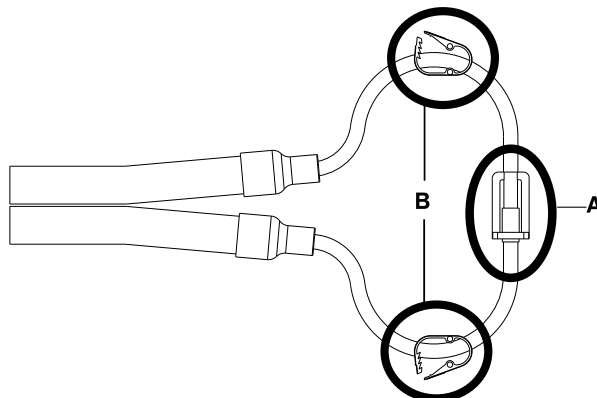

Fig. 8-27: Klik-Tite slangeenderne er lukkede og klemmerne er åbne
- b. Hvis du har **Clik-Tite** slanger, skal du sørge for, at konnektorerne er forbundet og lukkede (A), og at klemmerne er åbne (B). Udfør dette for alle tre slanger. Fig. 8-27 på side 8-43